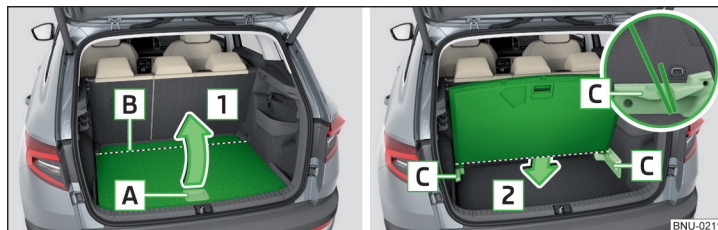

Fig. 156 Posición de estacionamiento del suelo de carga variable
- Levantar el suelo de carga variable por el tirador **A** en el sentido de la flecha **1**. El suelo de carga variable es doblado en el área **B** » fig. 156.